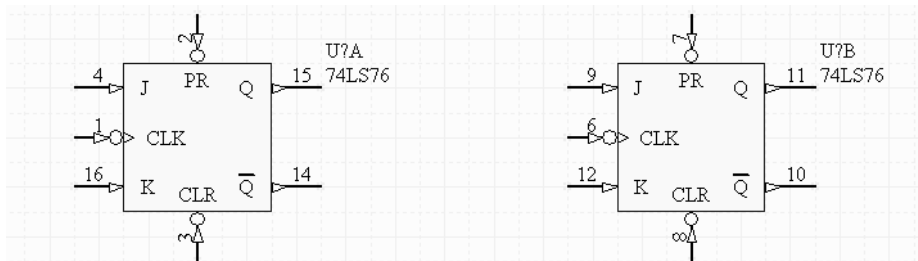

图 2.8.1 74LS76 的 Part A 和 Part B
(1) 项目名称为“汽车尾灯控制电路.PrjPcb”, 电路图名称为“汽车尾灯控制电路.SchDoc” 图纸大小为 A4。栅格大小为 10, 捕捉为 5, 电气捕捉为 6。
(2) 在“汽车尾灯控制电路.PrjPcb”项目下追加一元件库文件, 保存名为“我的库.SchLib”, 在其中添加一个元件 74LS76, 该元件包括两个子件 Part A 和 Part B, 如图 2.8.1 所示。
在 PCB 设计项目下新建一个元件库文件, 将其保存为“我的库.SchLib”。在元件库中新建一元件 74LS76, 参照图 2.8.1, 在其中设计 Part A 和 Part B。